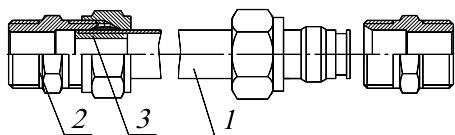

Рис.7. Соединение нагревательных элементов конвектора.
- 5.3 Для исполнения конвектора, состоящего из двух секций Рис.5 при помощи медных труб 15x1 и обжимных фитингов из комплекта монтажных частей, соединить нагревательные элементы секций (рис.7). Для этого необходимо через отверстие в корпусе вставить трубки в патрубки нагревательных элементов, закрутить гайки рукой до упора, после этого гаечным ключом завернуть гайки на 1/4 оборота.